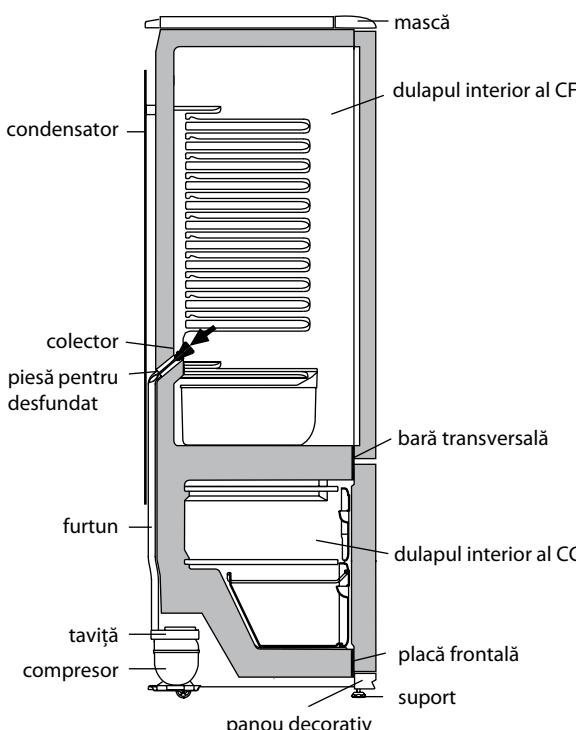

Figura 5 — Schema surgerii apei rezultate în urma topirii din CF
3.5.1 În CF se folosește un sistem automat de dezghețare. Bruma, care apare pe peretele din spate a CF, după deconectarea compresorului care lucrează în ciclu, se topește și se transformă în picături de apă. Picăturile de apă rezultată în urma topirii se scurg în colector, apoi prin gaura acestuia și prin furtun - în taviță de pe compresor, în conformitate cu figura 5 și se evaporă. Gaura colectorului este dotată cu o piesă pentru prevenirea înfundării sistemului de drenaj.
Prezența apei în colector indică înfundarea sistemului de drenaj. Pentru eliminarea înfundării folosiți piesa corespunzătoare și curățați gaura colectorului, astfel ca apa să se scurgă liber în taviță, apoi spălați piesa și instalati-o în conformitate cu figura 5.
SE INTERZICE să utilizați frigiderul cu sistemul de scurgere înfundat. Apa care a apărut la baza CF sau care a ajuns în locul de alăturare a barei transversale și a dulapului interior al CF, în conformitate cu figura 5, poate provoca coroziunea dulapului exterior al frigiderului și elementelor agregatului frigorific, defectarea izolației termice, formarea crăpăturilor dulapului interior și defectiunea frigiderului.
SE INTERZICE dezghețarea CC fără utilizarea elementului pentru drenare. Apa rezultată în urma topirii care se scurge din cameră afară de elementul pentru drenare, patrunzând în locul de alăturare a plăcii frontale la dulapul interior în conformitate cu figura 5, poate provoca coroziunea dulapului exterior al congelatorului și a elementelor agregatului frigorific, defectarea izolației termice, formarea crăpăturilor dulapului interior și defectarea dulapului frigiderului.